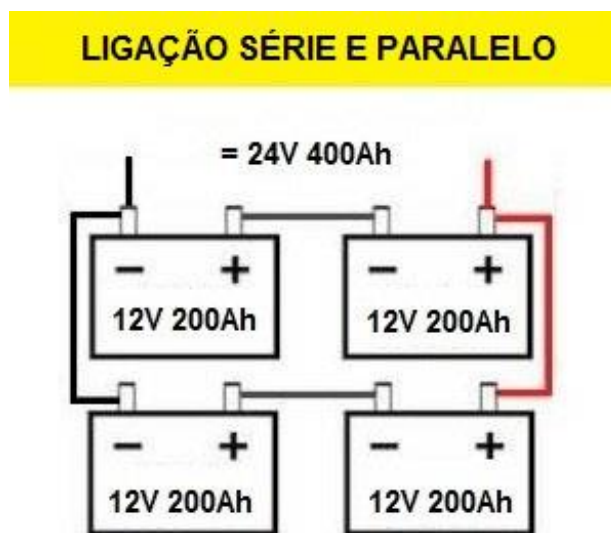

Figura 20 - Ligação em Série e Paralelo
**Série e Paralelo:** A ligação de baterias em série e paralelo ocorre simultaneamente e permite aumentar a tensão e a capacidade, figura 20.